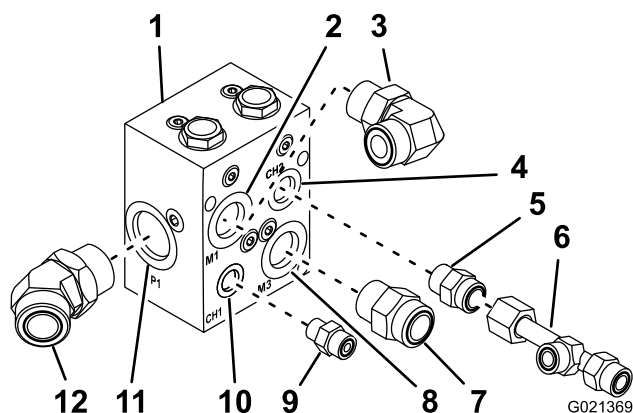

Figure 8
1. Vissez le raccord hydraulique à 45° dans l'orifice (P1) du collecteur de diviseur de débit (Figure 8).
- Vissez le raccord hydraulique à 90° dans l'orifice (M1) du collecteur de diviseur de débit (Figure 8).
- Posez le raccord de contrôle de 3/4 po dans l'orifice (CH2) du collecteur de diviseur de débit (Figure 8).
- Vissez l'écrou-raccord du raccord en T sur le raccord de contrôle (Figure 8).
- Vissez le raccord hydraulique droit dans l'orifice (M3) du collecteur de diviseur de débit (Figure 8).
- Posez l'adaptateur de contrôle de 9/4 po dans l'orifice (CH1) du collecteur de diviseur de débit (Figure 8).